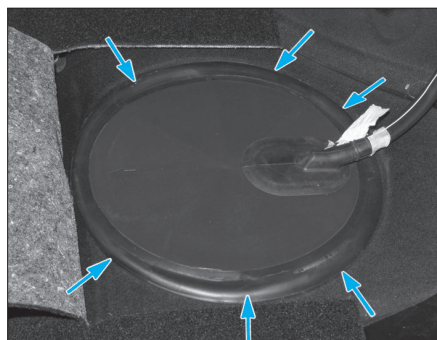

FIG. 55
- Dégrafer aux endroits indiqués le cache de l'ensemble de la pompe d'alimentation (Fig.55).